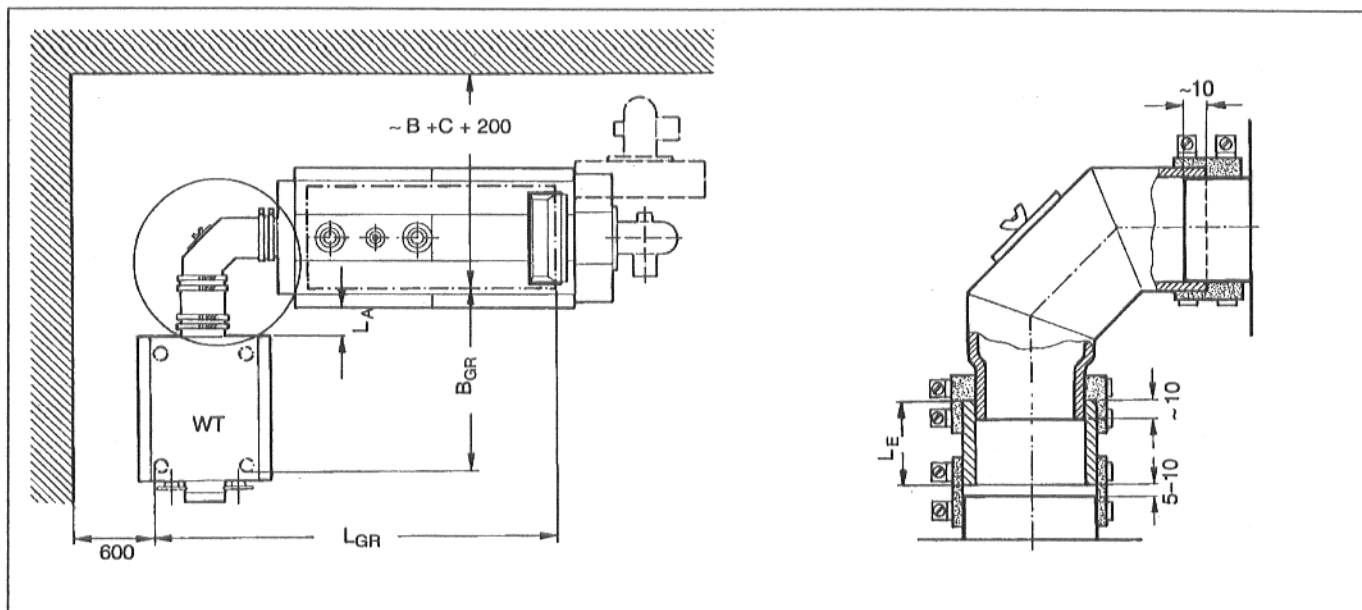

Fig. 2
La caldaia e lo scambiatore di calore WT possono essere installati spostati ad es. di 90° (Fig. 2) l'uno rispetto all'altro
Per garantire lo spazio libero L_A , per alcune combinazioni è necessario installare anche un tubo complementare L_E (Fig. 2, tabella 2).
Le misure di posa in opera L_{GR} e B_{GR} si riferiscono allo zoccolo della caldaia senza rivestimento ed i piedini di regolazione dello scambiatore di calore (Fig. 2).
* L_{GR} e B_{GR} sono le misure minime che garantiscono una distanza minima L_A tra caldaia e scambiatore di calore (Fig. 2).